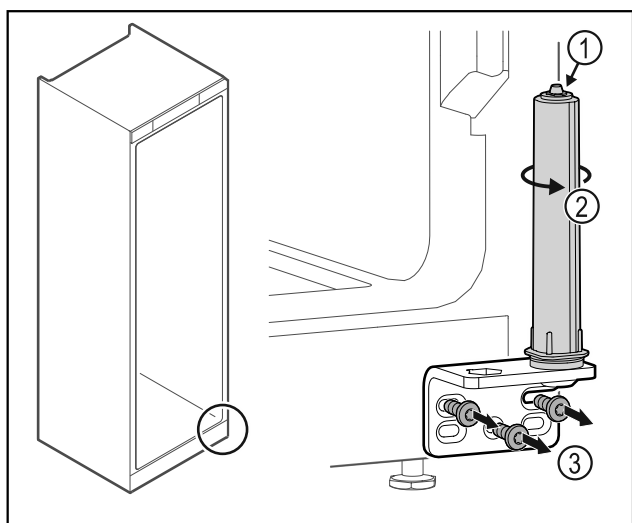

Fig. 31
- ▶ Neardykite durų uždarymo sistemos Fig. 31 (1).
- ▶ Sukite uždarymo sistemą Fig. 31 (2), kol ji užsifiksuos.
- ▶ Atsukite šarnyrinį kamputį Fig. 31 (3).